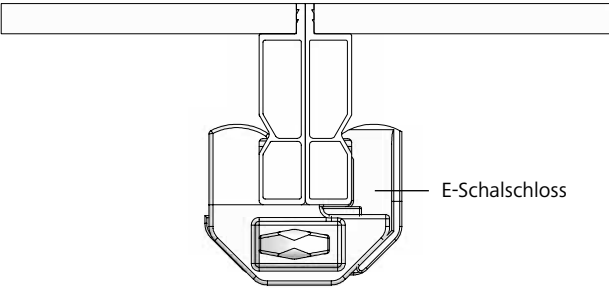

Abb. 12.3
- mit einfacher Sicke (bis 2006) mit dem E-Schalschloss (Abb. 12.3).